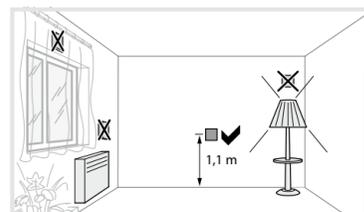

Figura 7: Luogo di montaggio di rilevatori di movimento
- Evitare sorgenti di disturbo nell'area di rilevamento (figura 4a). Le sorgenti di disturbo, ad es. corpi caldi, impianti di aerazione e climatizzazione e mezzi luminosi a raffreddamento possono provocare delle attivazioni indesiderate (figura 7).